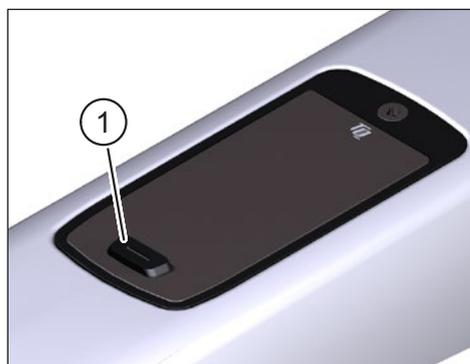

Fig. 1: Display
- ▶ Conecte el Drive Unit mediante **brevemente** pulsando el botón (Pos. 1 en Fig. 1) en el Display.
- ▶ Desconectar el Drive Unit pulsando **prolongadamente** el botón (Pos. 1 en Fig. 1) en el Display.